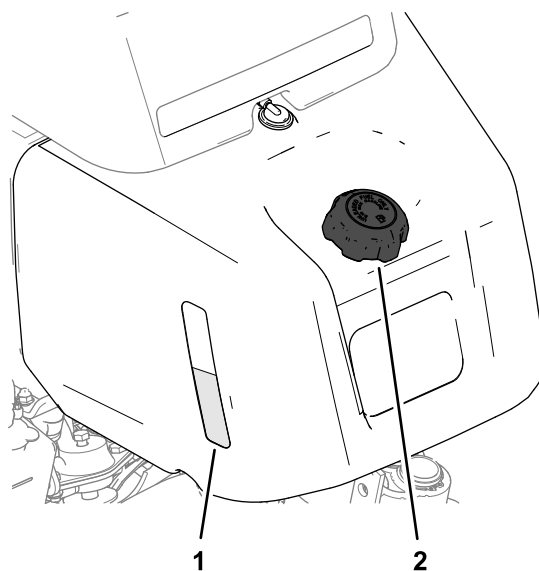
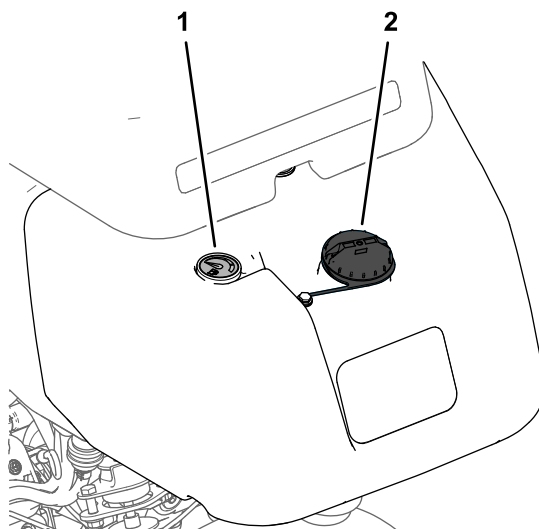

Figure 21
Figure 22
1. Nettoyez la surface autour du bouchon du réservoir de carburant et enlevez le bouchon (Figure 21 ou Figure 22).